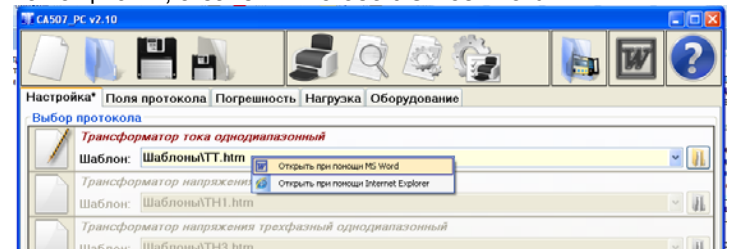

Рисунок 3.2
1) Открыть шаблон протокола в программе Word, как файл с расширением .htm, для чего подвести указатель мыши к полю "Шаблон" (рисунок 3.2), щелкнуть правой кнопкой мыши и выбрать из выпадающего списка вариант "Открыть с помощью MS Word" или в программе Windows "Проводник" выделить имя файла шаблона, щелкнуть по нему правой кнопкой мыши и в контекстном меню выбрать строку "Открыть с помощью...", а затем "Microsoft Office Word".